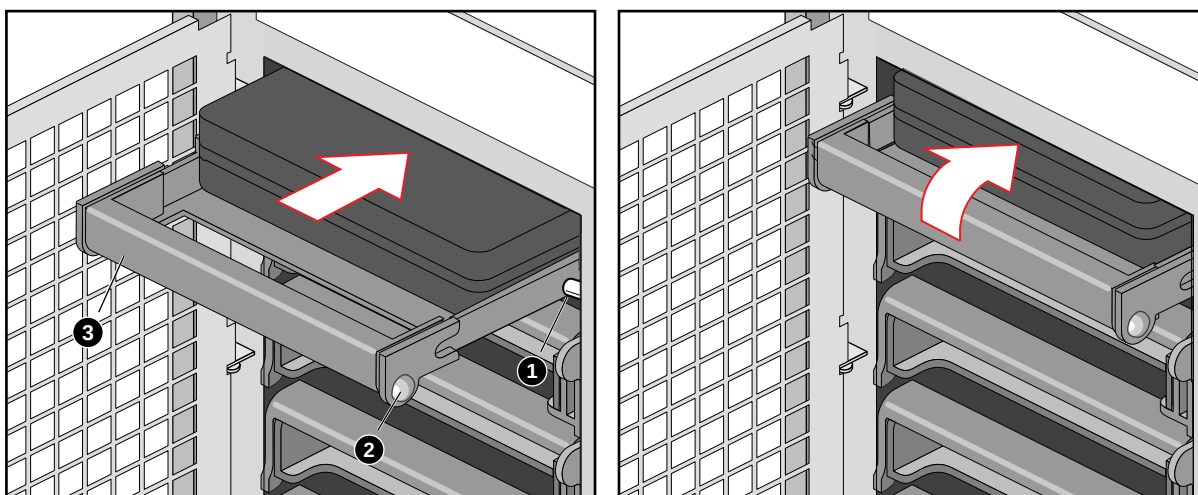

图 5-3 安装新驱动器
9. 轻轻地把新驱动器推入托架内。为使用锁门, 应使支架手柄与机箱前端的垂直托架成大约 45° 角, 当您把驱动器推入托架中时, 支架手柄中的两个圆形缺口应滑入驱动器托架中的两个圆形栓柱上 (参见图 5-3)。当它们接合时, 向前推动手柄以使缺口锁入栓柱, 再把圆形按钮从支架的右边按向左边, 直到它滑过托架边缘槽边并进入其位置。